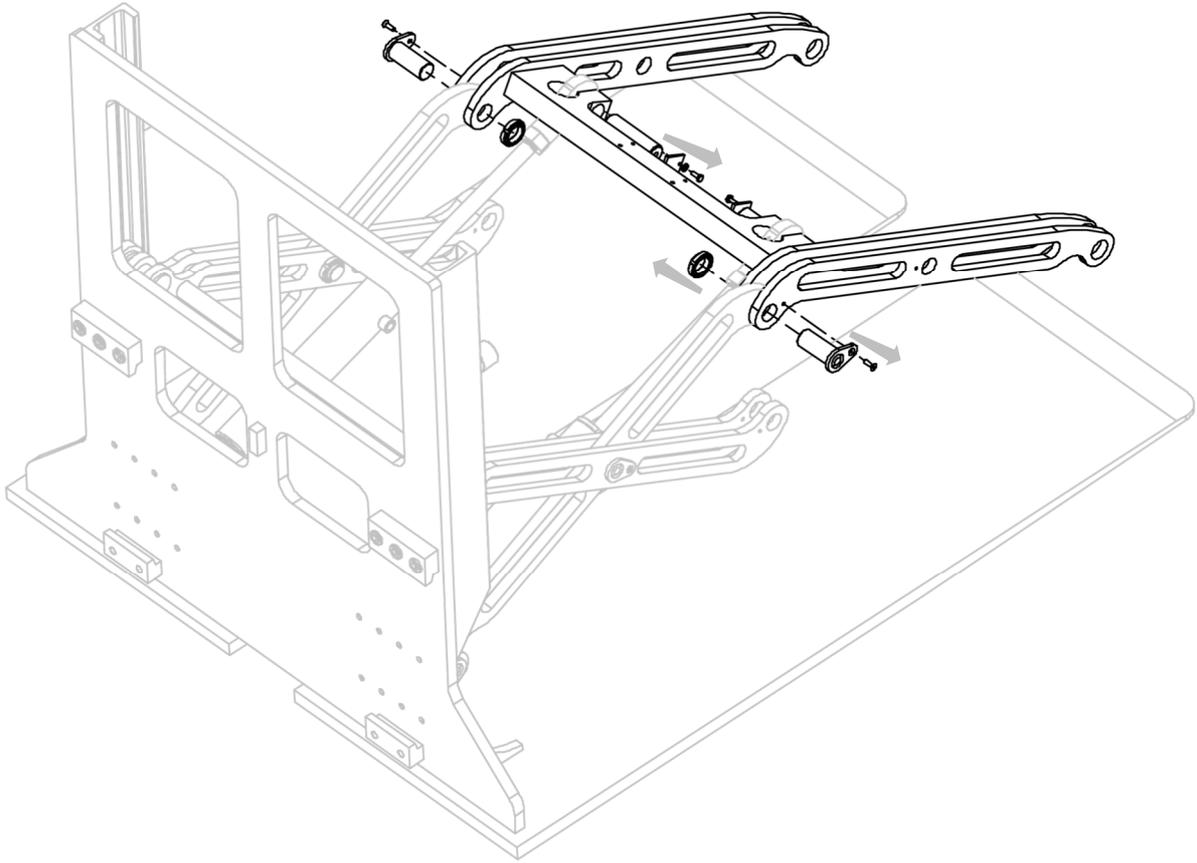

Figure 22
5. Retirer les quatre broches qui bloquent la paire de bras (voir *Figure 22*).